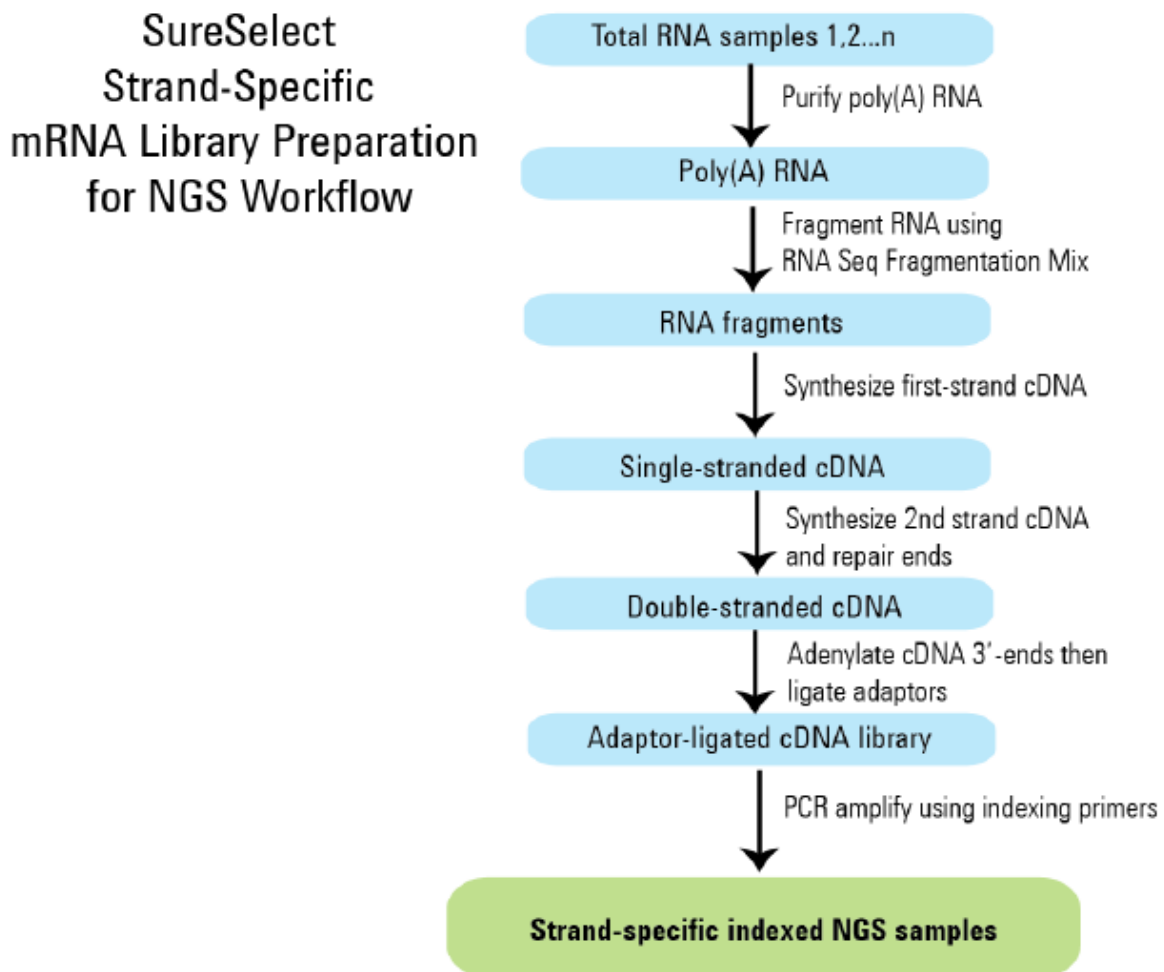

図 2 サンプル調製ワークフロー
イルミナ社のペアエンドシーケンスプラットフォームを用いてシーケンスするライブラリを調製するための SureSelect のワークフローを図 2 で説明します。シーケンスするサンプルは、まずそれぞれ、個別にライブラリ調製を行います。その後 PCR 増幅によってインデックス(バーコード)配列を各サンプルに付加します。必要なカバレッジとシーケンサーのキャパシティによっては、1 レーンあたり最大 48 サンプルまでプールして、マルチプレックスシーケンスが行えます。マルチプレックスシーケンスのための Index タグは、SureSelect Strand-Specific RNA ライブラリ調製キットに含まれます。
- cDNA ライブラリへのインデックスタグ付加のステップ (図 2) では、インデックスプライマーを別のプレートにセットする必要があります。実験デザインを立てる際に、適切な番号のインデックスプライマーを適切なウェル (サンプル) をそれぞれ割り当てるようにしてください。